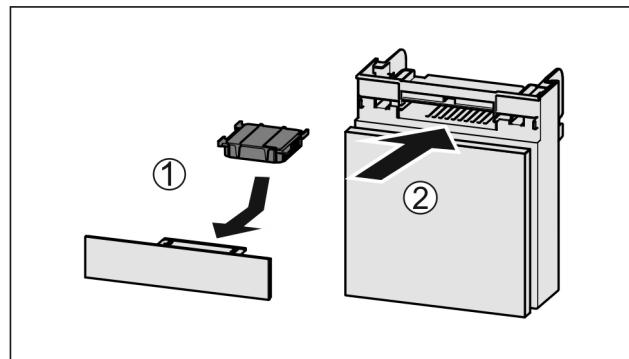

Fig. 119
- ▶ Aktivni ogleni filter vstavite Fig. 119 (1) skladno s prikazom na sliki.
- ▶ Predal potisnite noter Fig. 119 (2).